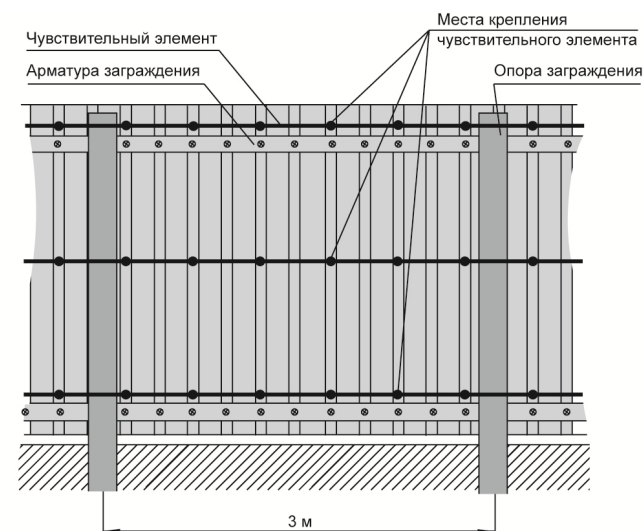
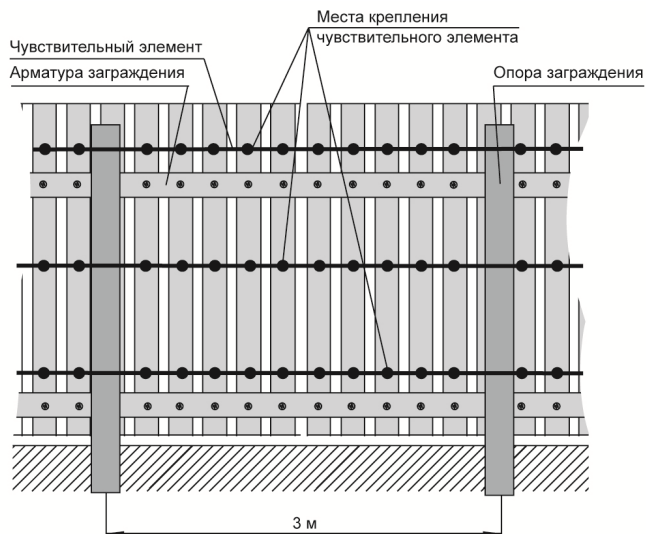

Рис. 7.6 – Заграждение из цельных металлических листов
Рис. 7.7 – Заграждение из деревянных материалов
- деревянных материалов, цельнометаллических и гофролистов - ЧЭ прокладываются согласно схеме, при этом узлы напряжения создают скобами (см. Рис. 7.6, Рис. 7.7).